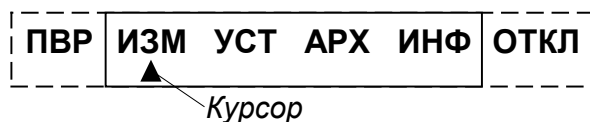

Рис. 1. Основное меню.
1.1.3. В режиме РАБОТА при перерыве в работе с клавиатурой более 60 с индикация на дисплее ЖКИ отключается. Для включения индикации достаточно нажать любую кнопку на клавиатуре. При этом на дисплее индицируется основное меню (рис. 1):